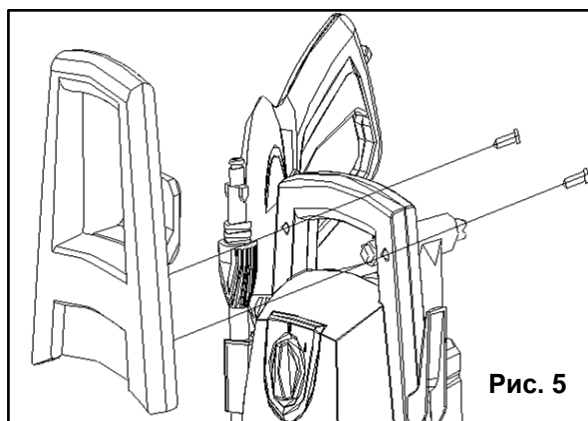

Рис. 5
- Установите ручку на корпус. Зафиксируйте руку двумя винтами (См. Рис.5)